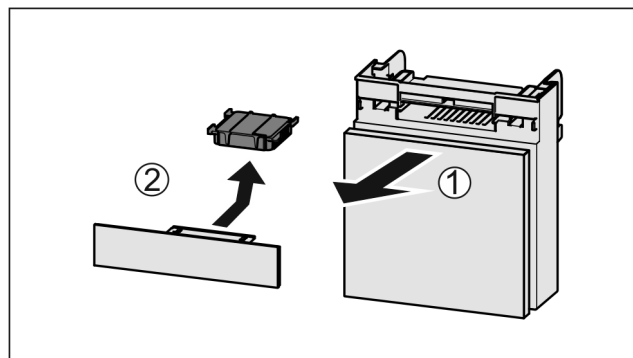

Fig. 272
- ▶ Издърпайте Fig. 272 (1) напред от отделениято.
- ▶ Извадете Fig. 272 (2) филтъра с активен въглен.